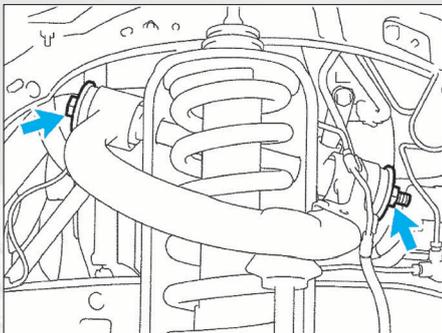

FIG. 10
- Dévisser et retirer l'axe du bras au châssis (**fig. 10**).